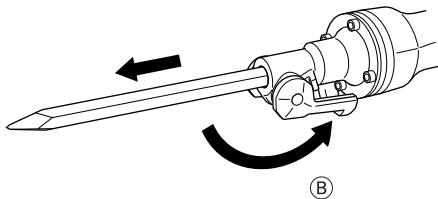

Fig. 7
- (3) Fixer l'accessoire en place en amenant la retenue sur la position de serrage **B**. Pour s'assurer que l'accessoire est monté correctement, tirer dessus (Fig. 7).